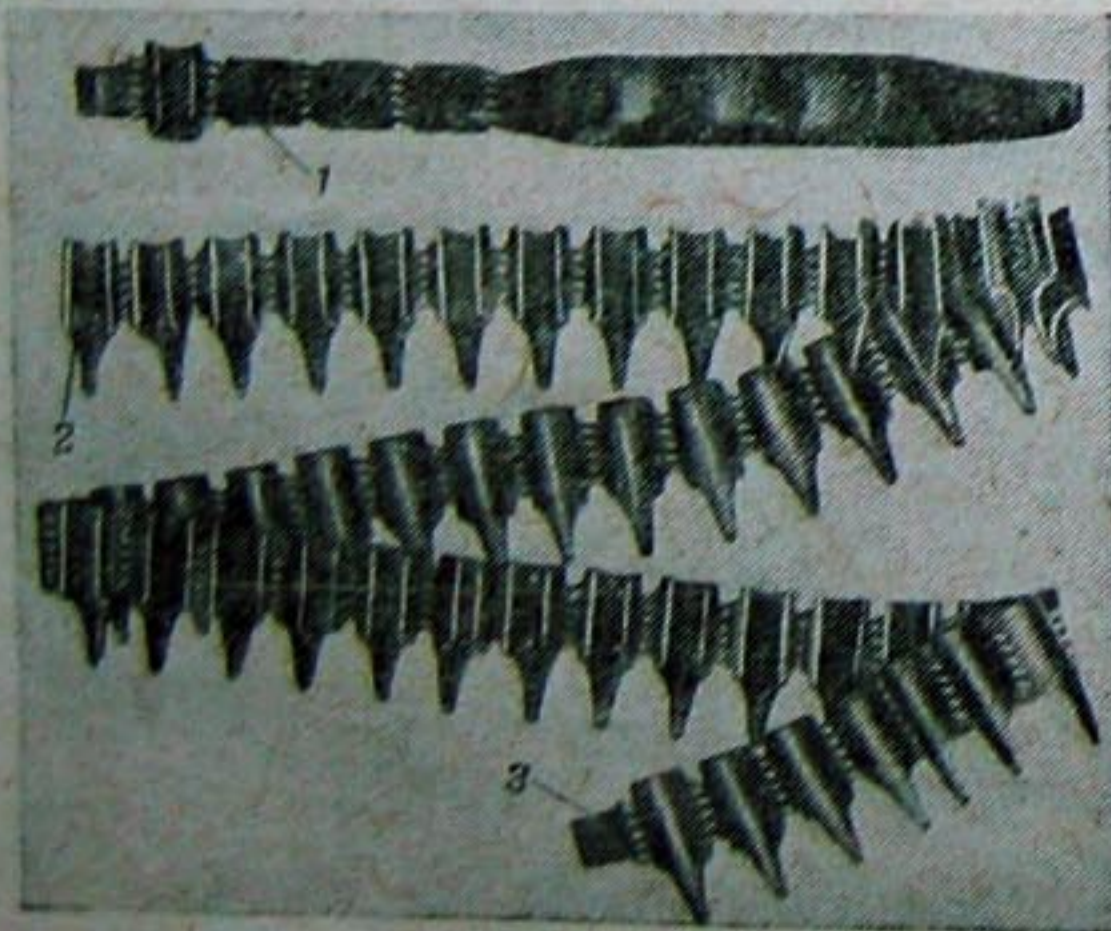
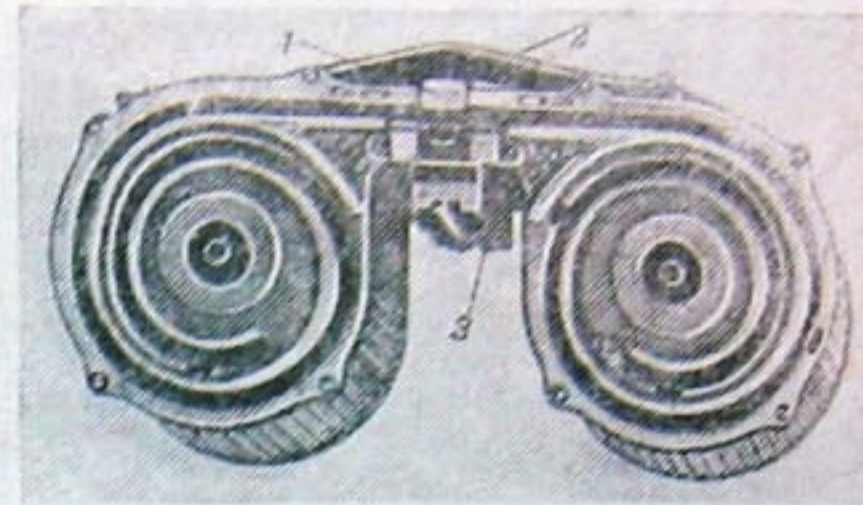

Рис. 5. Патронная лента на 50 патронов:
Рис. 6. Магазин на 75 патронов:
ее из коротких лент по 50 патронов (рис. 5). Для этого извлечь патрон из первого звена другой ленты, вставить в прорезь свободного звена хвост последнего звена первой ленты и вставить обратно вынутый патрон. Магазин рассчитан на 75 патронов (рис. 6).
2. Взять магазин с патронами (рис. 6) под ремешок так, чтобы красные цифры 0, 25, 50, 75 были обращены к себе, вставить его горловиной в приемное окно крышки короба, введя сначала переднюю часть, затем энергичным нажатием ладони дослать заднюю часть магазина вниз доотказа.